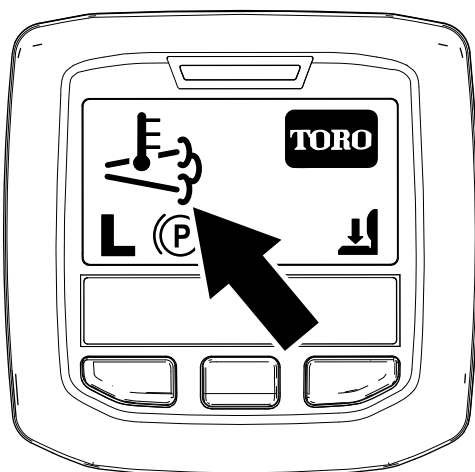

Рисунок 11
- Значок высокой температуры выхлопа отображается на экране инфо-центра (Рисунок 11).